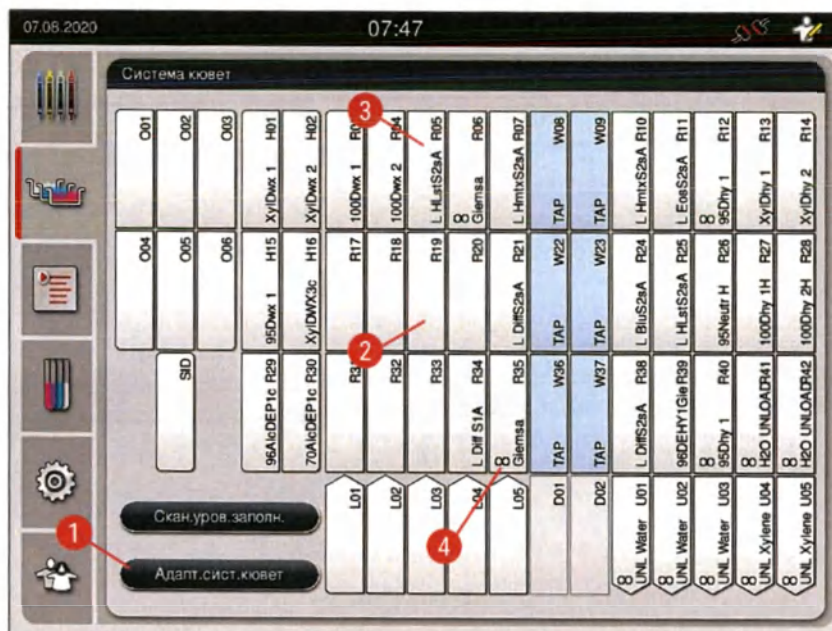

Рис. 61
- В окне системы кювет (→ "Рис. 61") нажмите кнопку **Адапт.сист.кювет** (→ "Рис. 61-1").
1. Чтобы переместить станции с реактивами, выбирайте их по отдельности на схеме заполнения системы кювет (→ "Рис. 61") прикасаясь к ним, после чего перетаскивайте их на свободную позицию на панели (→ "Рис. 64-1").